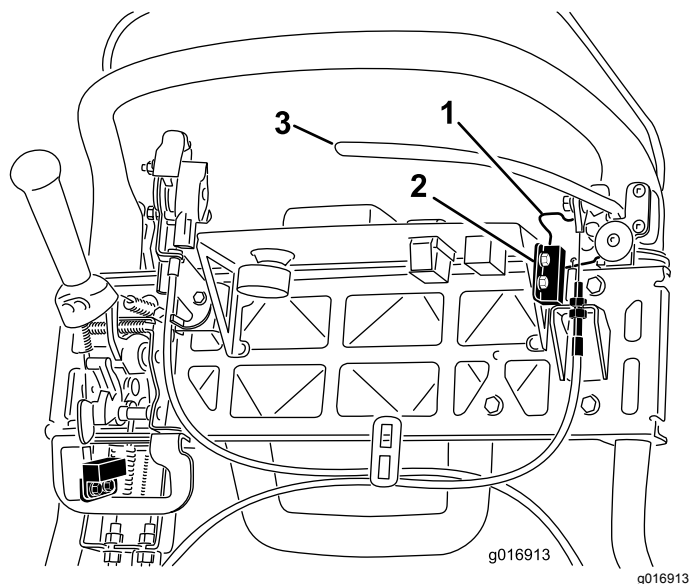

図 43
4. インタロックスイッチを固定しているねじをゆるめる 図 43。
5. 駐車ブレーキのラッチとインタロックスイッチとの間に厚さ 1.6mmのシムをはさむ 図 43。